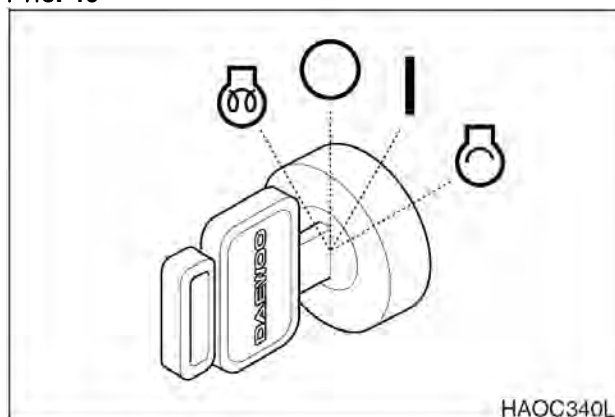

Рис. 41
7. Выключить двигатель поворотом ключа стартера в положение "O" (OFF) (рис. 41).